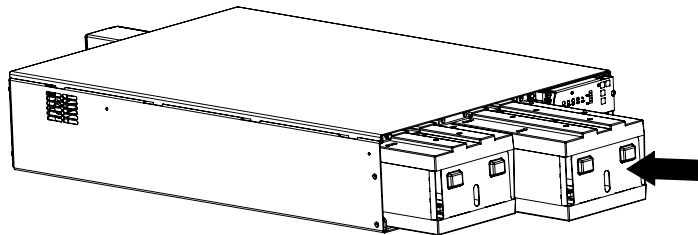

Abbildung 11. Einbau der Akkuträger
3. Den linken Batterieträger in das Chassis schieben. Für den rechten Batterieträger wiederholen (siehe Abbildung 11).